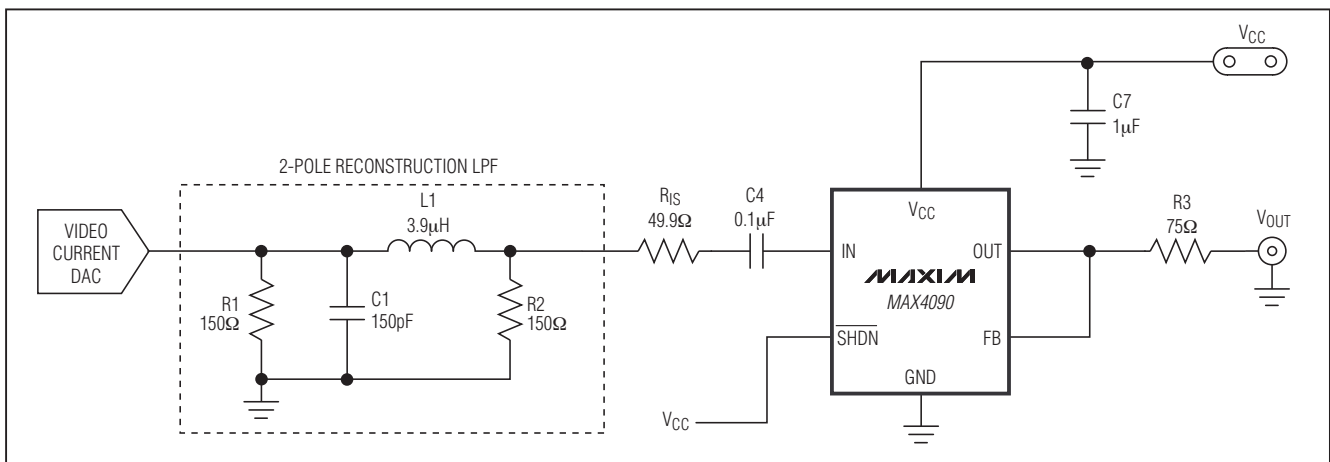
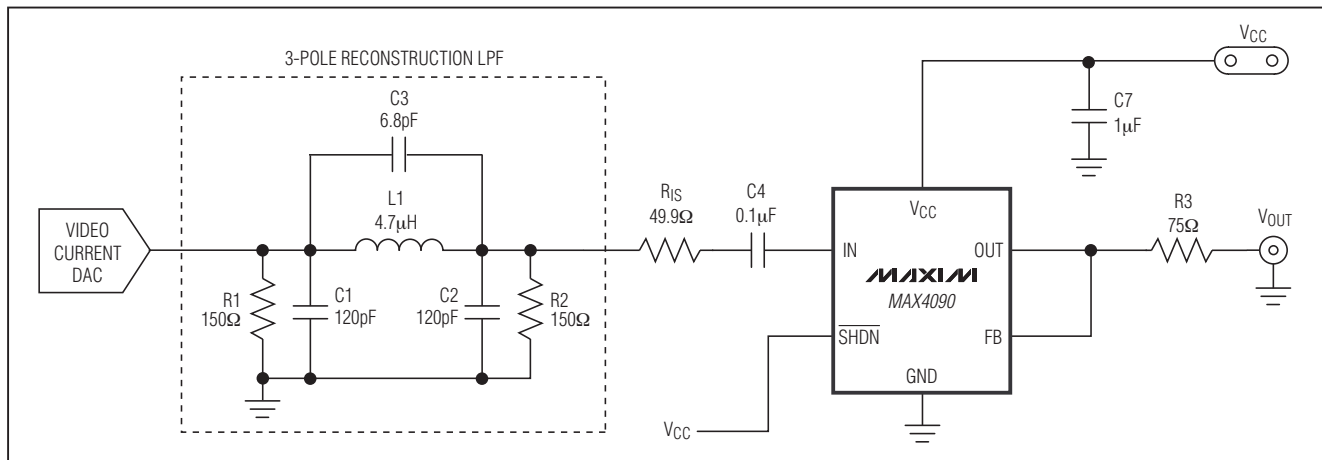

図1. 2次のバターワースLPFとMAX4090の組み合わせ
図4. 3次のバターワースLPFとMAX4090の組み合わせ
標準的なビデオ信号の場合、ビデオ通過帯域はおよそ6MHzで、システムのオーバーサンプリング周波数は27MHzです。通常、帯域幅(BW) 9MHzのローパスフィルタを、再生フィルタに使用することができます。この項では、MAX4090と共に使用する9MHzのカットオフ周波数を持った簡単な2次と3次の受動型バターワースローパスフィルタを構築する方法と技術を説明します(図1と図4)。
下記の式を用いると、LとCを9MHzのカットオフ周波数用に計算することができます。表2は、異なったソース/負荷インピーダンス用の適切なLとCの値と、-3dB BWおよび27MHzにおける減衰量の実測値とを示しています。27MHzではおよそ20dBの減衰があり、効果的にサンプリングノイズを減衰させています。MAX4090は安定した動作には低入力インピーダンスを必要とし、リアクティブな入力インピーダンスでは動作が不安定になります。100Ωより大きな $R1/R2$ に対しては、発振問題を防ぐために、このフィルタと入力コンデンサ(C4)を分離させる20Ω~100Ωの直列抵抗 $R_{IS}$ (図1)が必要です。